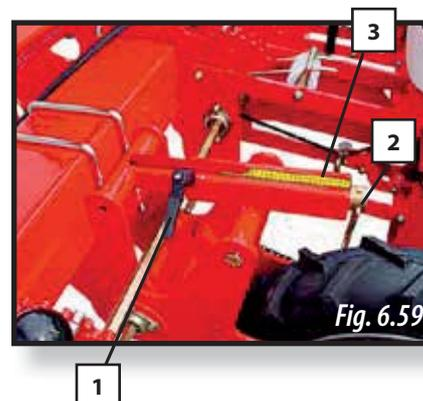

Fig. 6.59
- 2- Desserrez le levier de fixation (1, Fig. 6.59).
- 3- Tourner la manivelle (2, Fig. 6.59), pour positionner la roue à la hauteur désirée. Pour cela, aidez-vous de l'échelle graduée (3, Fig. 6.59).
- 4- Fixez la position à l'aide du levier (1, Fig. 6.59).